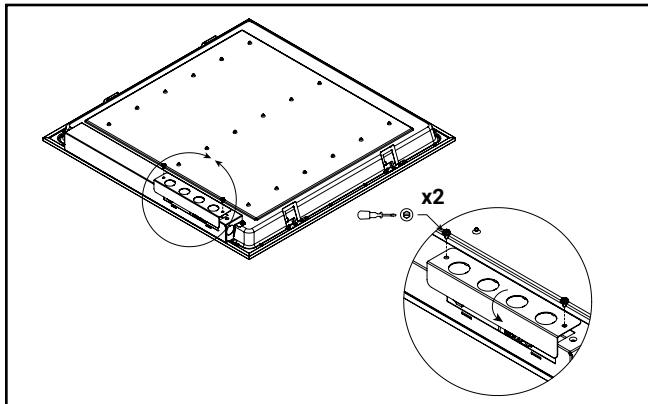

Figure 1a.
3. On the back side of fixture, locate junction box cover and slide to remove it (see Figs. 1a and 1b).
3. A l'arrière de l'appareil, repérez le couvercle de la boîte de jonction et faites-le glisser pour le retirer (voir Figs. 1a et 1b).